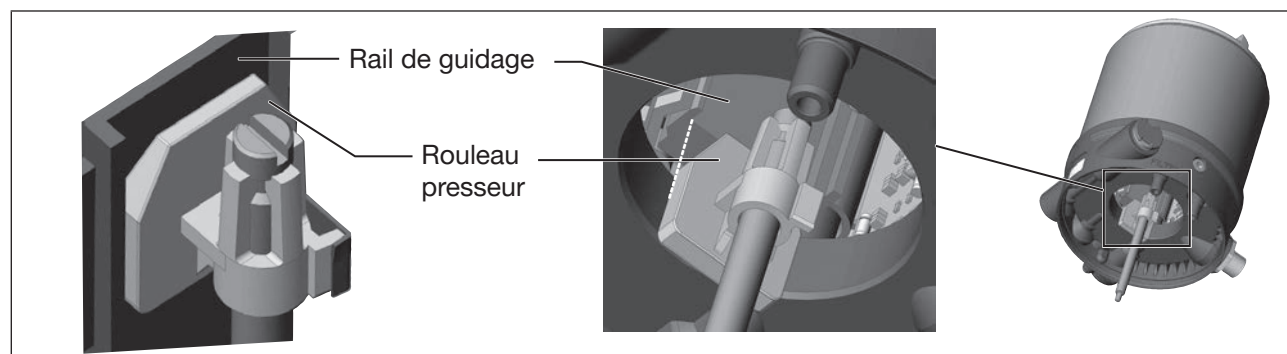

Figure 21 : Disposition du rouleau presseur
1. qu'il entre dans le rail de guidage du positionneur (voir « Figure 21 »)